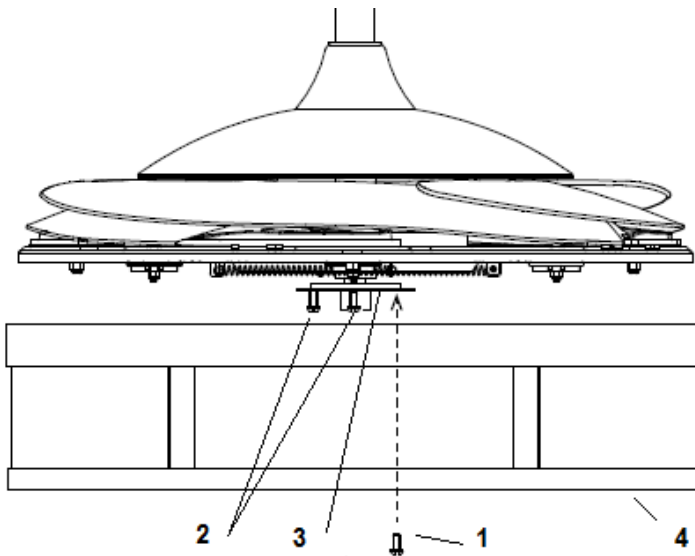

Fig. 6
1. Draai de schroef (1) uit de beugel van de lampenkap (3) los. Breng de twee sleufschroeven (2) op één lijn met de sleutelgaten van de lampenkap (4). Fig.6